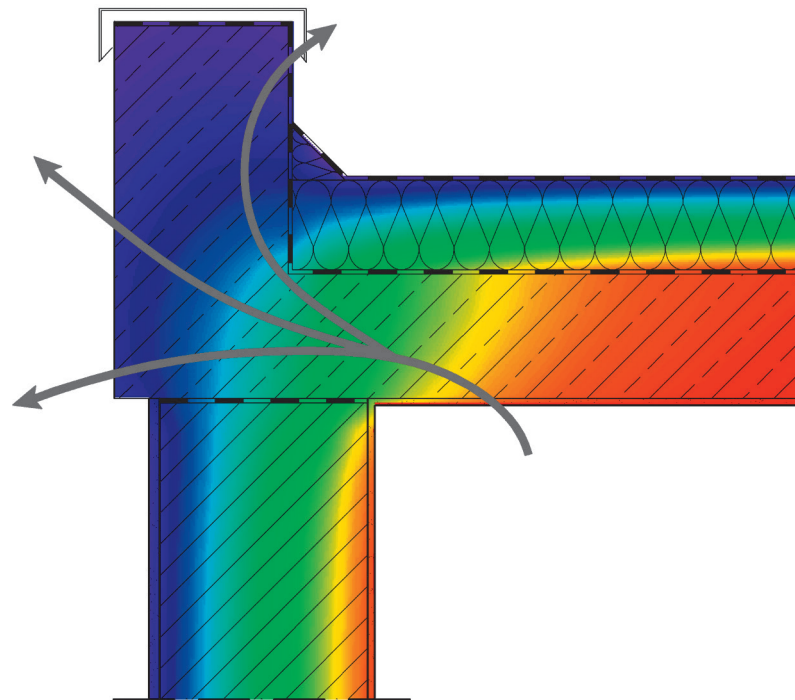

Bild 5: Attikaanschluss
- im Bereich einer Attika (Bild 5)